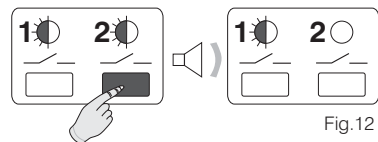

Fig.12
- Maintenir enfoncée la **touche** du canal à exclure du "Master" (Ex: canal 2) jusqu'à l'émission d'un seul signal sonore, puis la relâcher. La LED du canal est éteinte et le canal ne dépend plus du domaine du "Master" (fig.12).